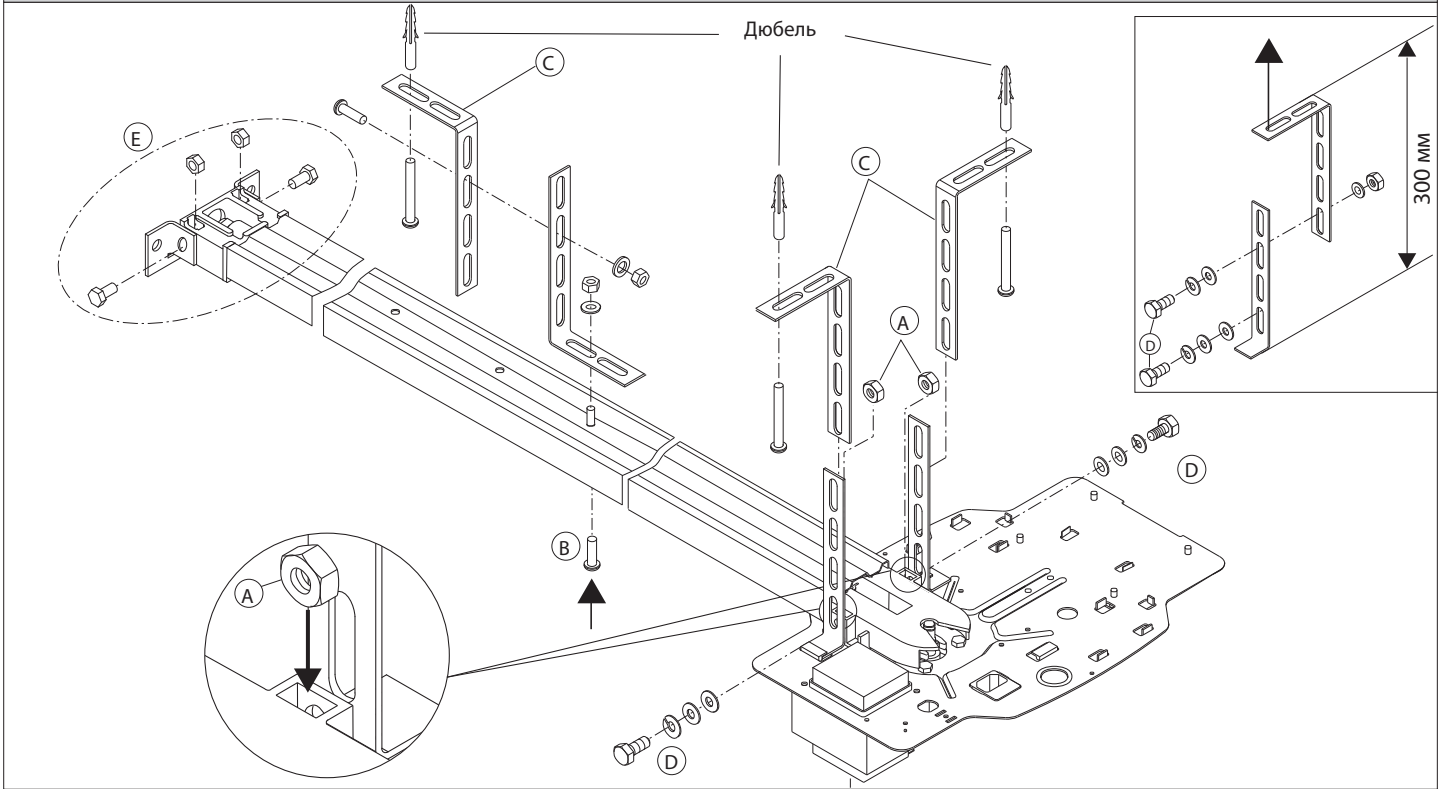

Рис.13
- 10) В случае если рейка состоит из двух частей, см Рис.13, варианты типовых креплений смотрите на предыдущих рисунках.